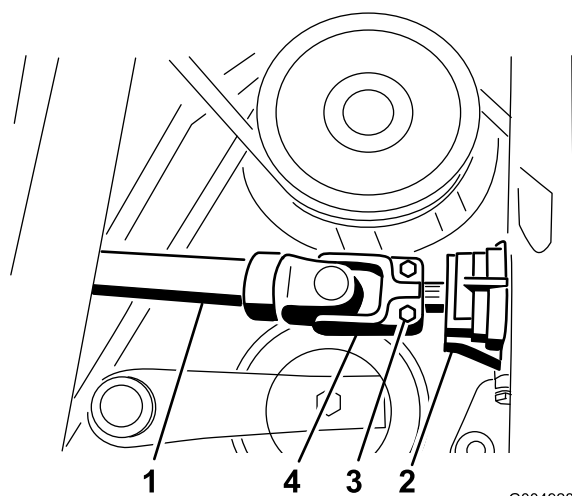

図 99
14. 駆動シャフトをギアボックスのシャフトに固定しているキャリッジボルト2本についているロールピンを取り、キャップスクリュをゆるめる 図 99。